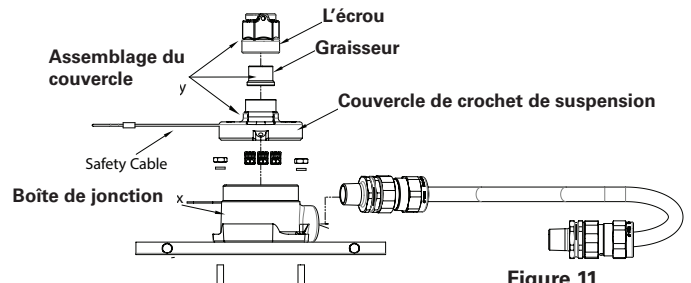

Figure 11
10. Retirer le couvercle du crochet de suspension de la boîte de jonction (voir la figure 11).